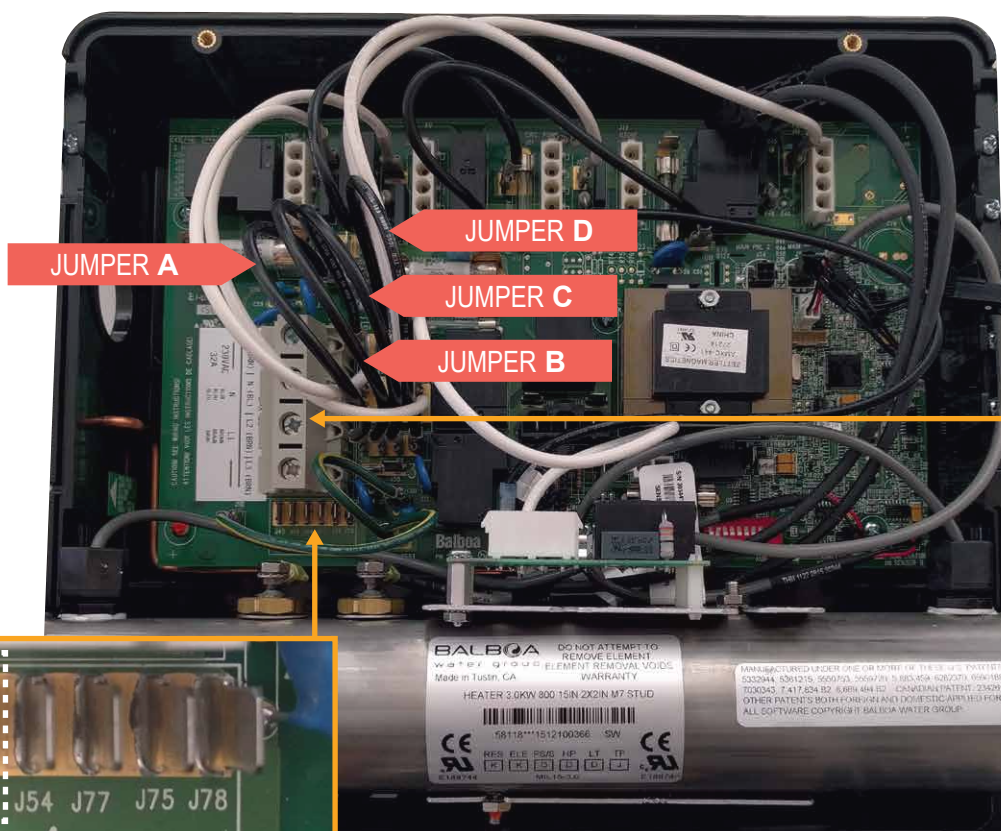

fig 2
1.b) Spostare il cavo JUMPER A dal pin J36 al pin J45 (fig 2).
1.c) Spostare il cavo JUMPER B dal pin J12 al pin J79 (fig 2).